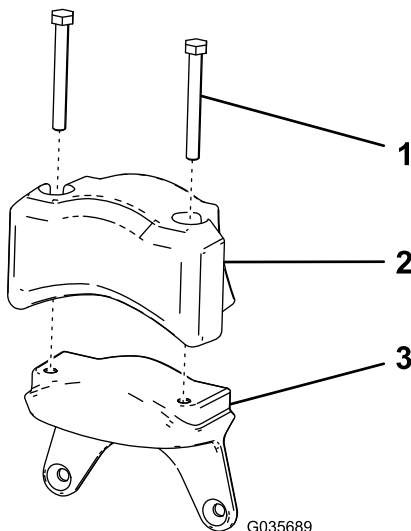

Figure 8
- Montez sur la masse neuve le contrepoids électrique et les 2 vis (5/16" x 2³/₄") que vous avez retirés à la section Dépose du contrepoids de moteur électrique \(page 4\) (Figure 8).